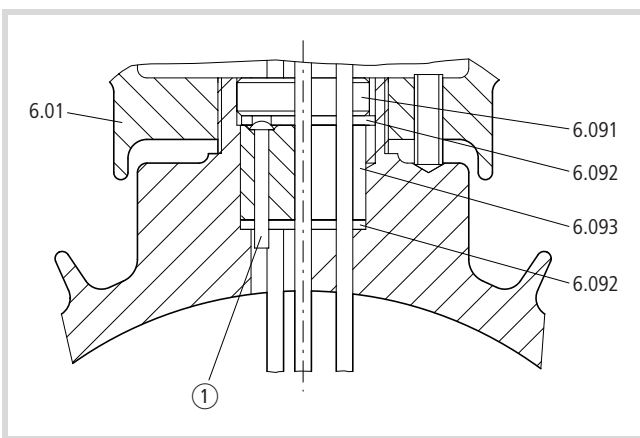

Abbildung 22: Statorwicklungsleitung zum Klemmenkasten ziehen
- ▶ Ziehen Sie die Statorwicklungsleitungen und die Zusatzadern durch den zwischen zwei Druckscheiben (6.092) liegenden Dichtring (6.093) (→ Abb. 22).
Der Nietkopf muss dabei unter der oberen Druckscheibe (6.092) liegen (→ Abb. 22).